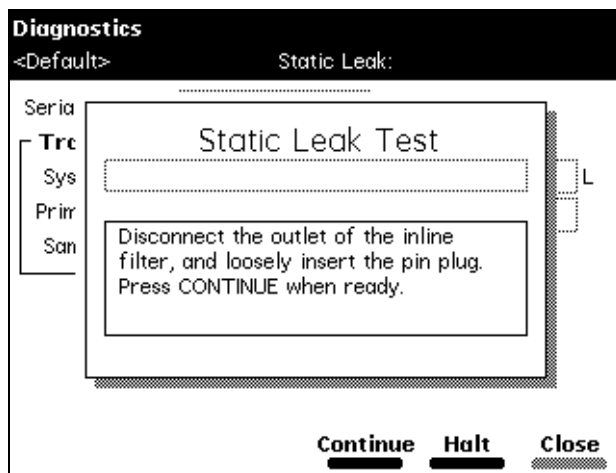

图 8-11 静态渗漏测试屏幕
1. 选择 Other Diagnostics（其它诊断）屏幕中的 **Static Leak Test（静态渗漏测试）**，然后按 **OK（确定）** 屏幕键。出现 Static Leak Test（静态渗漏测试）屏幕（图 8-11）。